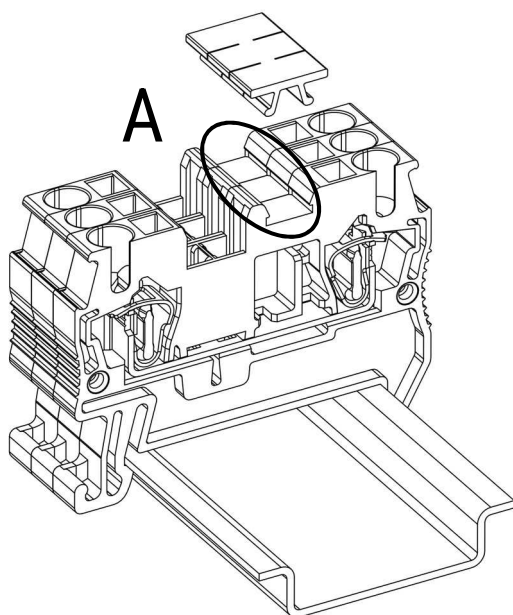
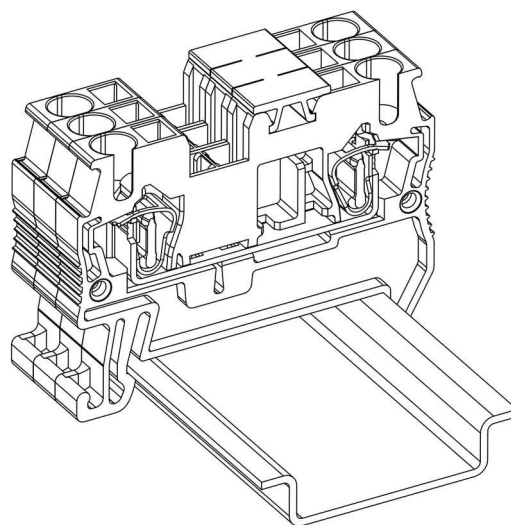

Рисунок 26 - установка маркировочной полосы ПМК
Рисунок 27 - установленная маркировочная полоса ПМК
- Для установки маркировочной полосы ПМК, вдавите ее в отмеченные пазы клемм (рис. 26, «А»; рис. 27).